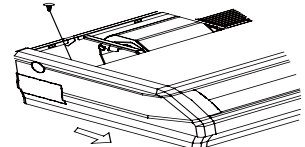

Рис.3
1) Отверните винты, крепящие боковую панель и потяните ее вперед (в направлении стрелки) для извлечения (Рис. 3)